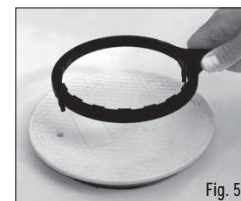

Fig.5
- avant de visser le couvercle de fermeture il faut s'assurer que celui-ci soit bien propre ainsi que les joints placés dans le boîtier. Effectuer la fermeture en vérifiant le parfait assemblage des deux parties. Visser en utilisant la clef indiquée (code D17/CH) (fig. 5).